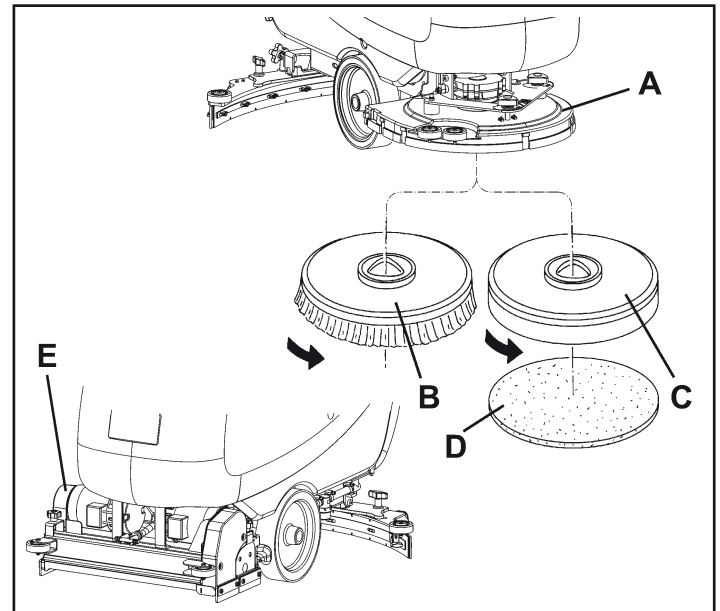
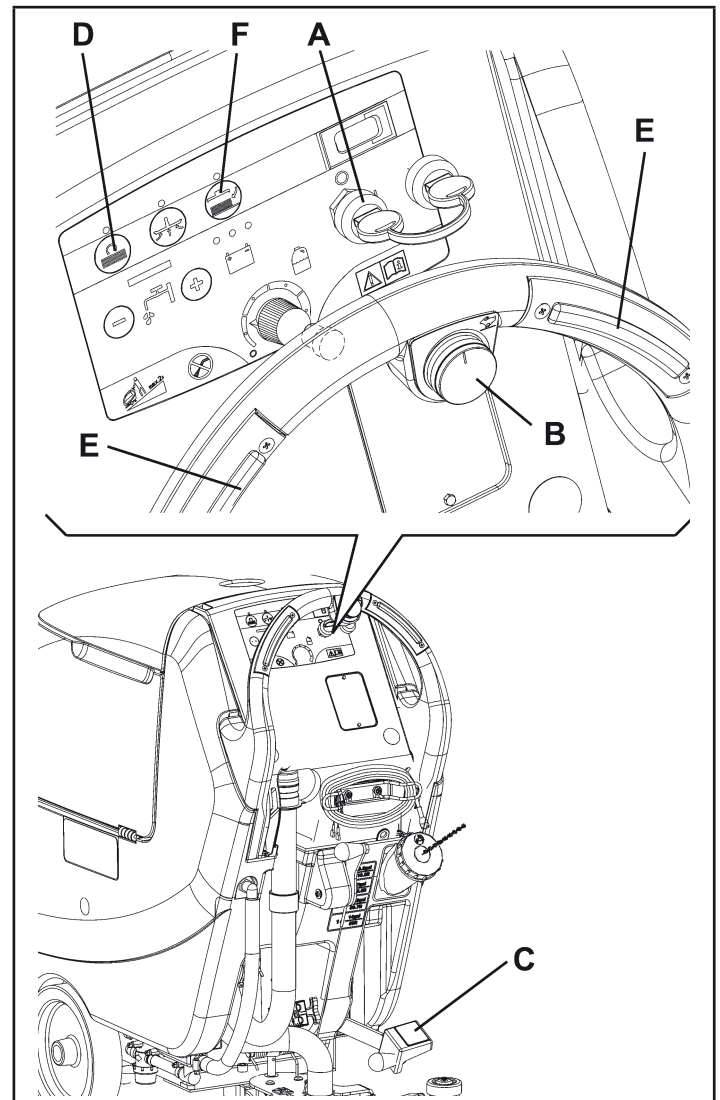

Figure 9
Figure 10
Et la tête porte-brosses / plateaux support disque (A, Fig. 9) et la tête porte-brosses cylindriques (E) peuvent être facilement installées et déposées de la machine.
1. Sur la machine équipée de la tête spéciale, et les brosses (B) et les plateaux support disque (C) avec disques (D) peuvent être installés, en fonction du traitement à effectuer sur le sol.
2. Introduire la clé de contact (A, Fig. 10) et la tourner sur "I".
3. Porter au minimum le régulateur de vitesse (B), si équipé, en le tournant dans le sens contraire aux aiguilles d'une montre.
4. Positionner les brosses (B, Fig. 9) ou les plateaux support disque (C) sous la tête (A) de 17 in (430 mm) ou de 20 in (530 mm).
5. Baisser la tête sur les brosses / plateaux support disque en appuyant sur la pédale (C, Fig. 10).
6. Tourner la clé de contact (A) sur "I".
7. Appuyer sur le bouton-poussoir de rotation brosses / disques (D).
8. Appuyer sur un des boutons-poussoirs (E) pour accrocher les brosses / plateaux support disque, puis le relâcher. Si besoin est, répéter la procédure jusqu'à l'accrochage des brosses / plateaux support disque.
(Seulement pour FOCUS II L17, FOCUS II L20) : tourner le régulateur de vitesse (B, Fig. 10) dans le sens contraire aux aiguilles d'une montre pour réduire au minimum la vitesse de la machine.